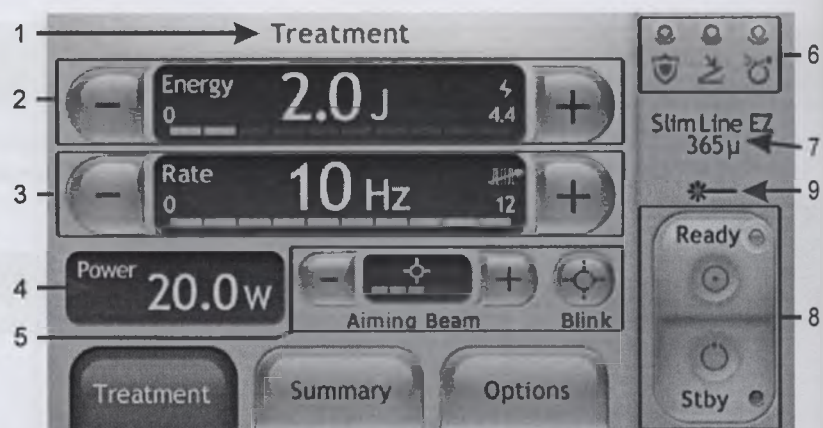

Рис. 4-1: экран Treatment (Процедура)
4. Система выполнит несколько стандартных внутренних операций при включении. После успешного завершения этих операций на ЖК-мониторе появится экран **Treatment** (Процедура) (см. Рис. 4-1).
Элементы экрана **Treatment** (Процедура) включают в себя (см. позиции с номерами в Рис. 4-1).